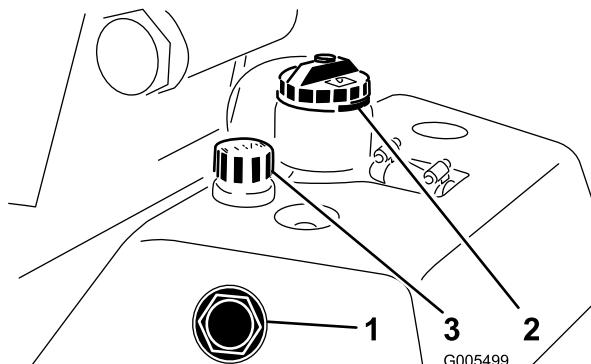

Bild 26
1. Stellen Sie die Maschine auf eine ebene Fläche. Stellen Sie sicher, dass die Maschine abgekühlt ist, sodass das Öl kühlt. Prüfen Sie den Ölstand am Schauglas an der Seite des Hilfsölbehälters (Bild 26). Wenn der Ölstand zwischen den zwei Markierungen am Schauglas liegt, ist der Stand ausreichend.